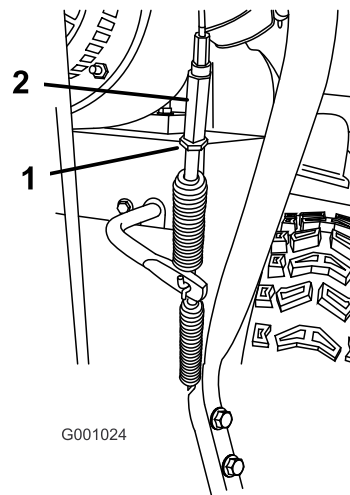

Рисунок 37
- Ослабьте зажимную гайку (Рисунок 37).
- Ослабьте или подтяните винтовую стяжку для регулировки натяжения тросика (Рисунок 37).